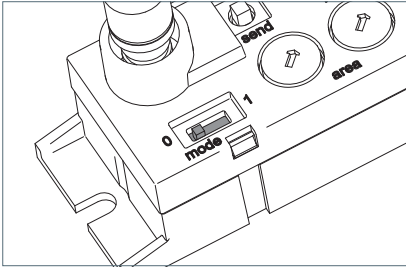

Fig. 18: Schwarmsteuerung deaktiviert.
- Schieben Sie den Schieber „mode“ auf Position **0**, siehe Fig. 18, und stellen Sie sicher, dass sich mindestens ein Drehcodierschalter nicht auf Position **0** befindet, zum Beispiel auf Position **1**.